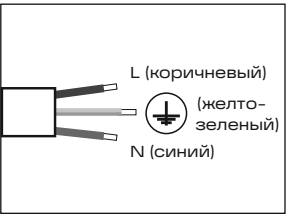

Рис. 3
- 5.14 Для выполнения электрических подключений обратиться к схеме на рис. 3 или 4 (для версий с DMX). В одну линию монтируется не более 25 приборов